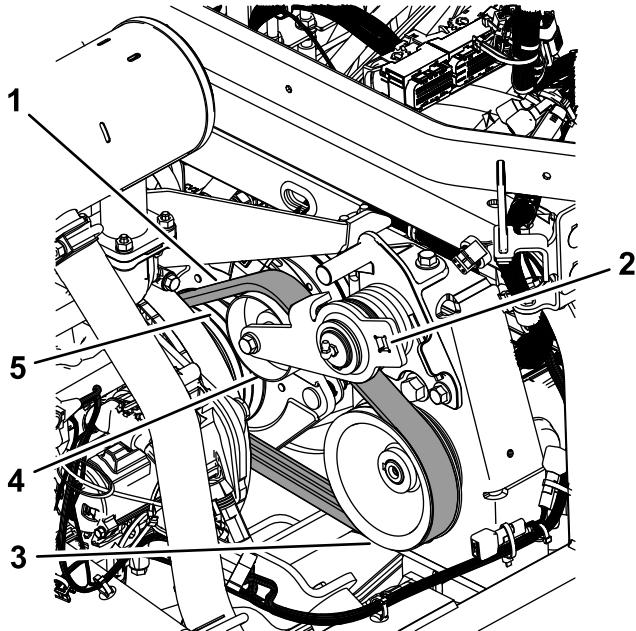

Bild 79
3. Führen Sie den Riemen über die Motorriemenscheibe, die Spannscheibe und der Riemscheibe der Pumpe (Bild 79).